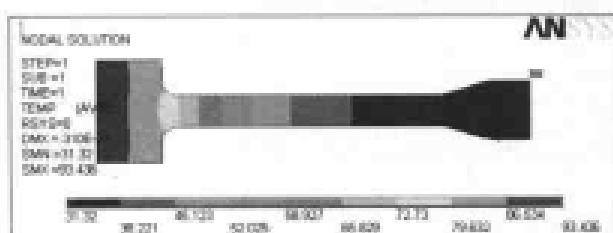

图 13-43 温度场分布等值线图
(1) 选择 Main Menu | General Postproc | Read Results | Last Set 命令。
(2) 选择 Main Menu | General Postproc | Plot Results | Contour Plot | Nodal Solu 命令, 出现 Contour Nodal Solution Data 对话框, 选择 Nodal Solution | DOF Solution | Nodal Temperature 选项, 单击 OK 按钮, ANSYS 显示窗口显示温度场分布等值线图, 如图 13-43 所示。